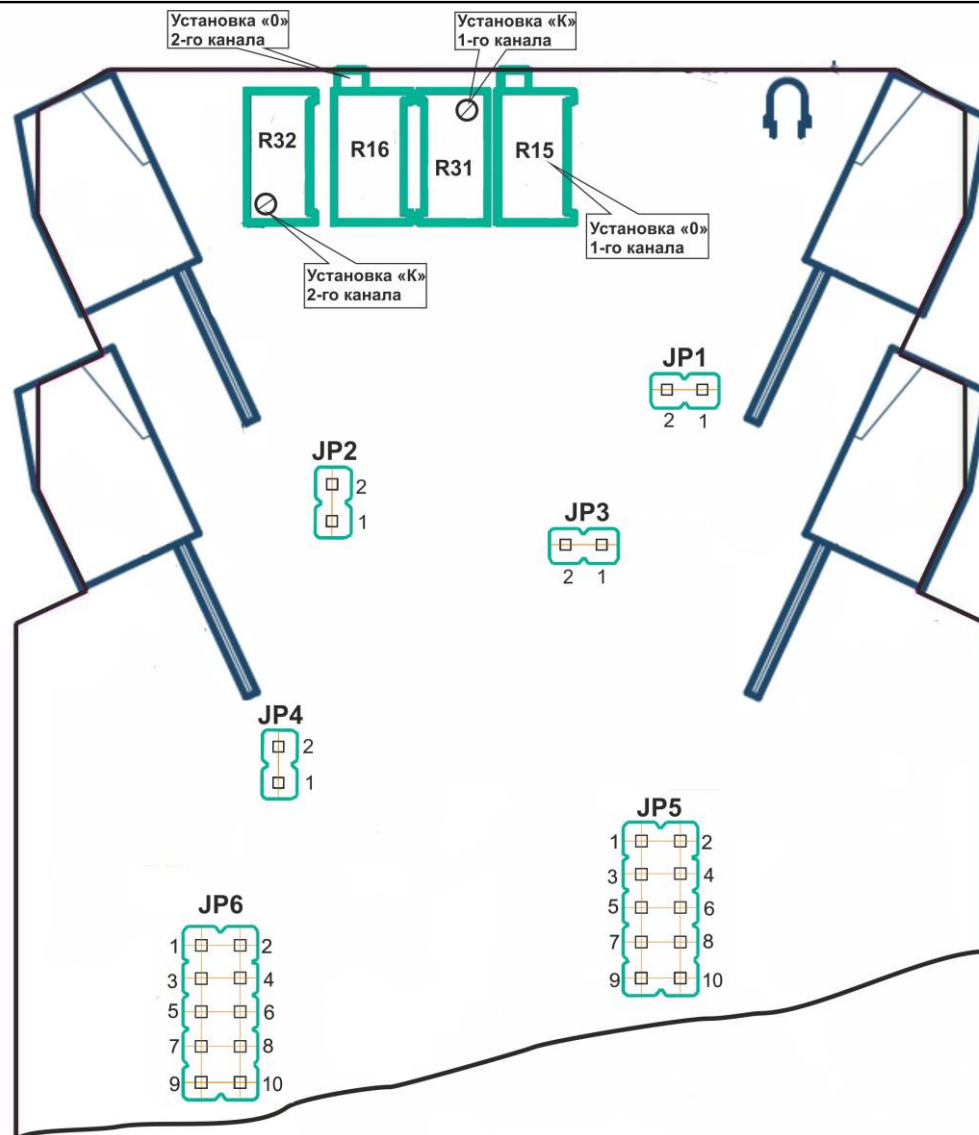

Рисунок 4.2.3 – Размещения блоков перемычек для выбора типа входных и выходных сигналов блока
4.2.5 Для изменения настроек блока БПТ-122 на другие типы входных/выходных сигналов используйте рисунок 4.2.3 и таблицу 4.1
5.1.9.1 Перед проверкой выходных сигналов блока нужно разомкнуть перемычки JP1 для первого канала и JP2 - для второго канала (см. рисунок 4.2.3 и таблицу 5.1). Это делается для отключения встроенного датчика термо-компенсации, таким образом температура холодного спая будет равна 0 °С.